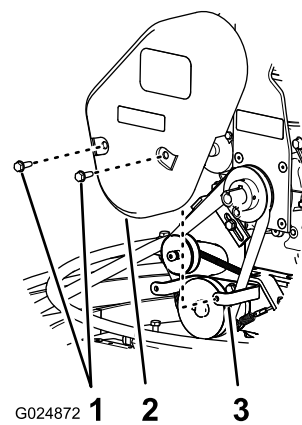

Figura 22
1. Retire los 2 pernos de cabeza hexagonal con arandela prensada (5/16 x 1 pulgada) que sujetan el protector de la correa al soporte del protector de la correa (Figura 22).
2. Separe el protector de las correas del motor, y tire del protector hacia arriba (Figura 22).
1. Alinee los taladros del protector de la correa con los taladros del soporte de la cubierta de la correa (Figura 22).